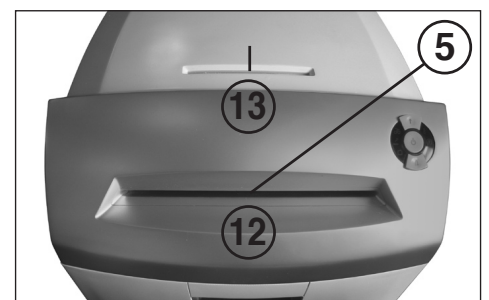

Fig. 3
5 = Lichtslot (bij vooruit draaien) (Fig. 3)
12 = Papiertoevoergleuf (Fig. 3)
13 = Veiligheidstoevoergleuf (Fig. 3)
Papier voert u in via de papiertoevoergleuf (12) (Fig. 3).
Gegevensdragers (cd's, dvd's of creditcards) voert u in via de aparte veiligheidstoevoergleuf (13) (Fig. 3). Het apparaat begint automatisch vooruit te lopen, trekt het materiaal naar binnen en schakelt na het versnipperen automatisch weer uit.